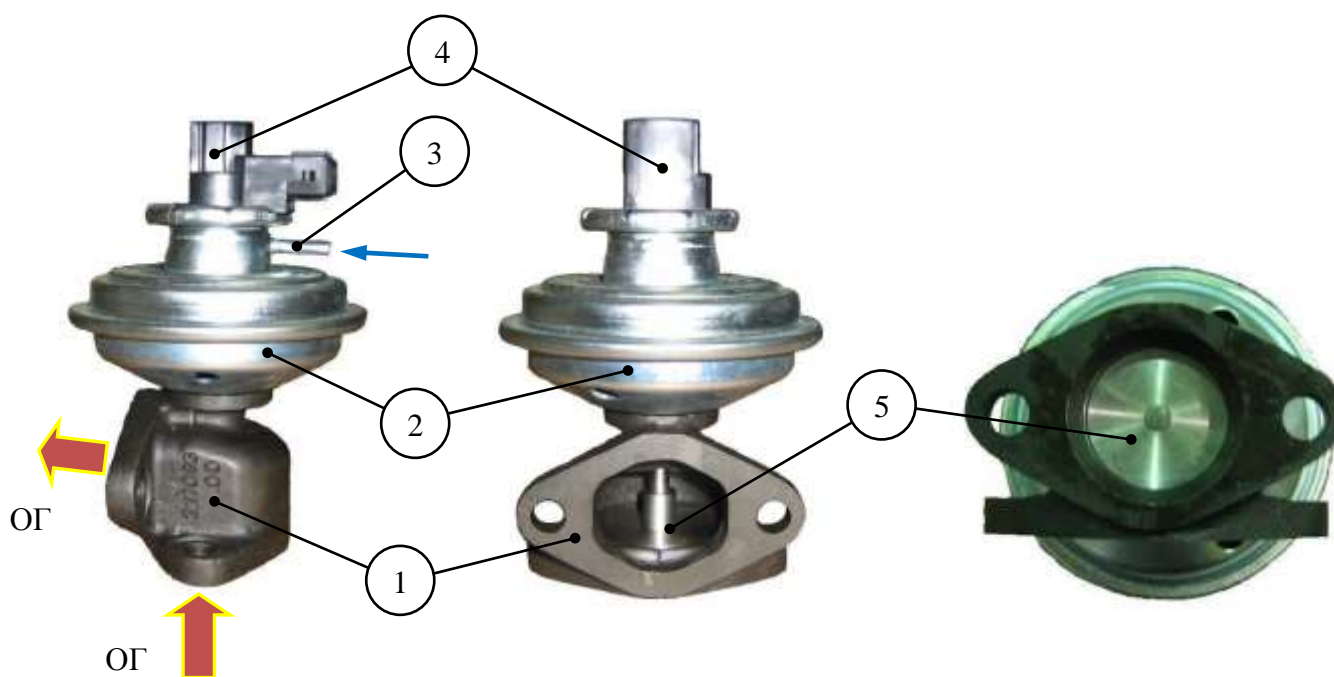

Рис. 75. Внешний вид клапана рециркуляции отработавших газов (КРОГ):
**Клапан рециркуляции отработавших газов (КРОГ)** (рис. 75) пневматический с датчиком положения штока ф. PIERBURG. КРОГ регулирует расход рециркулируемых газов. Регулирование осуществляется путем подачи в пневмокамеру КРОГ разряжения соответствующей величины от электропневматического преобразователя давления (модулятора).